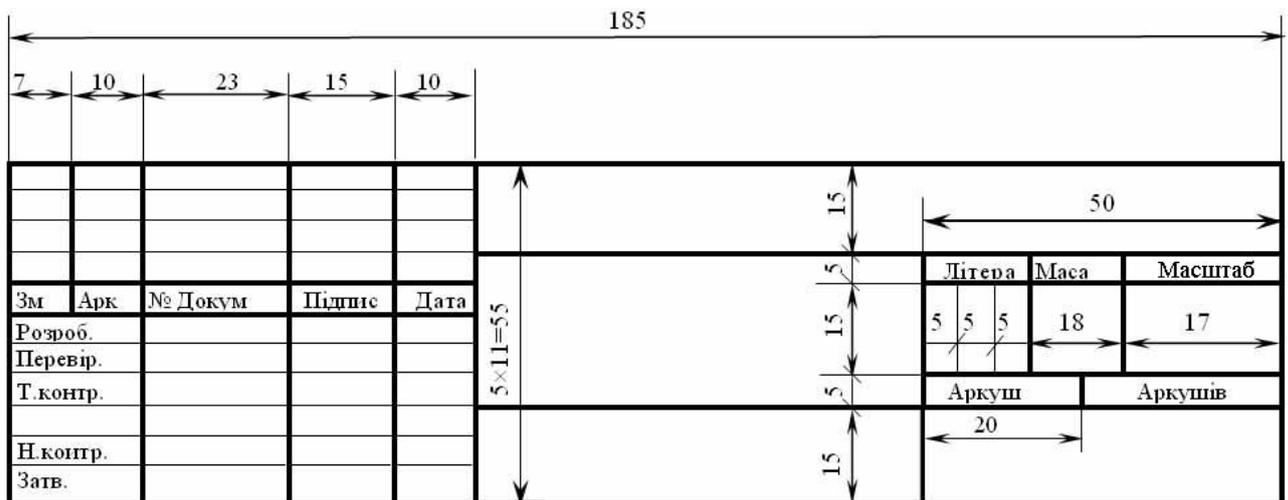

Рис. 2.1 Основний напис
1. За допомогою графічного редактора sPlan створити новий документ формату А4 (вертикальна орієнтація аркуша), створити для нього форму (шаблон), що повинна містити елементи оформлення креслень за формою 1 (рамку та основний напис першого аркуша креслень). Зразок основного напису наведено на рис. 2.1.